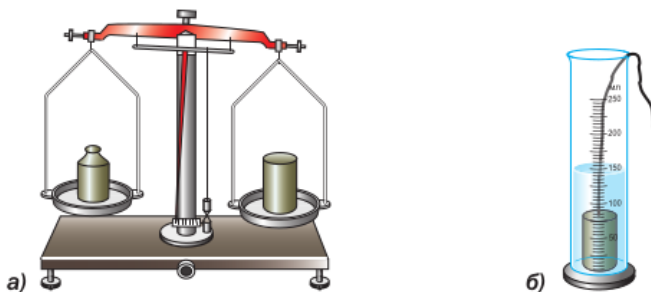

Рис. 197
1. Измерьте массу тела на весах (рис. 197, а).
3. Измерьте объём тела с помощью измерительного цилиндра (рис. 197, б).